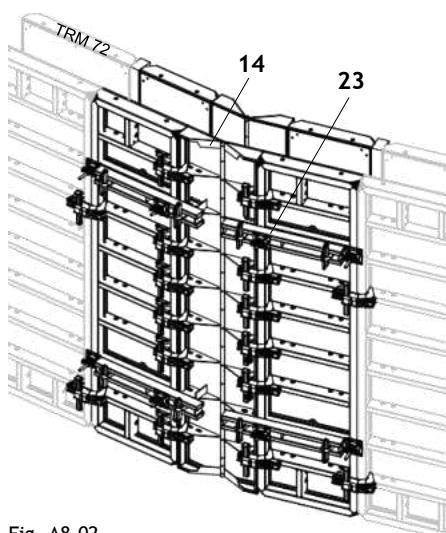

Fig. A8.02
Външният кофраж е стабилизиран с изравняващия ригел TAR 85 (23). (Fig. A8.02)